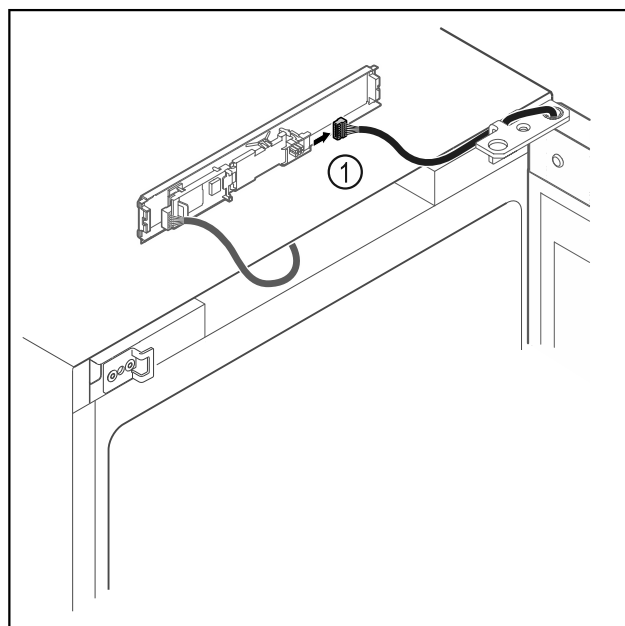

Fig. 19
- ▶ Odvojite utikač Fig. 19 (1) od tiskane pločice.